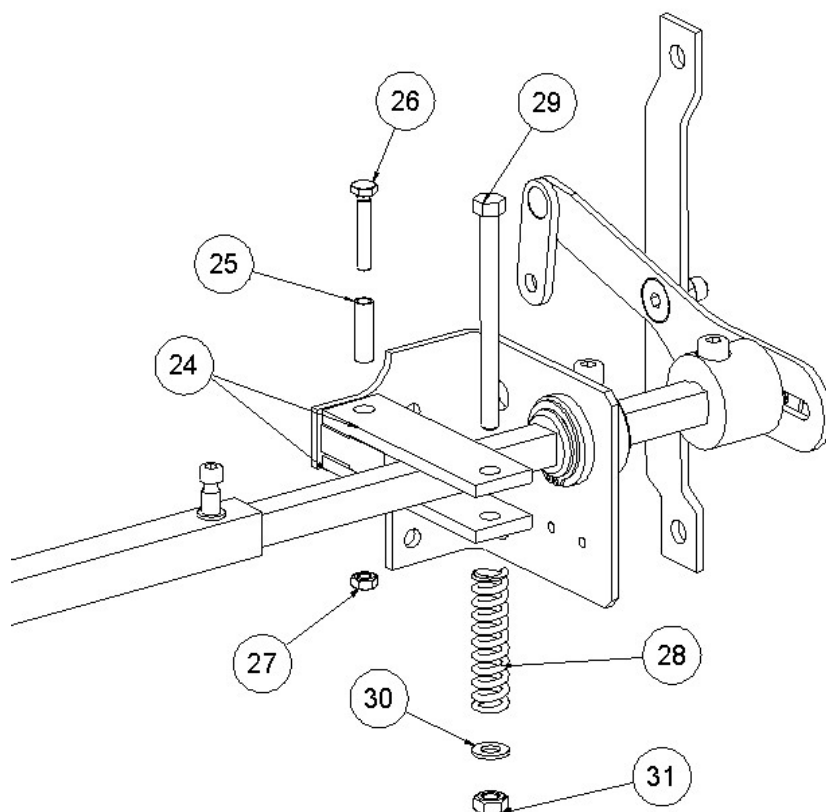

Figure.7
8. MONTAGE DE L'ENSEMBLE TENDEUR: Vous devez aligner les deux supports axe (24) avec le support-tendeur (l'un en partie supérieure et l'autre en partie inférieure), tout en insérant ensuite la douille tendeuse (25) et en arrimant l'ensemble avec la vis DIN 933 M6 x 35 (26) et l'écrou DIN 985 M6 autoblock (27). On fait ensuite passer une vis M8 x 100 DIN 931 (29), par les trous libres des supports de l'axe et par le ressort de rappel (28), tel qu'il est indiqué dans la figure. Enfin, on ferme l'ensemble avec une rondelle M8 DIN 125 (30) et un écrou M8 DIN 985 Autoblock (31) - Fig.7-.